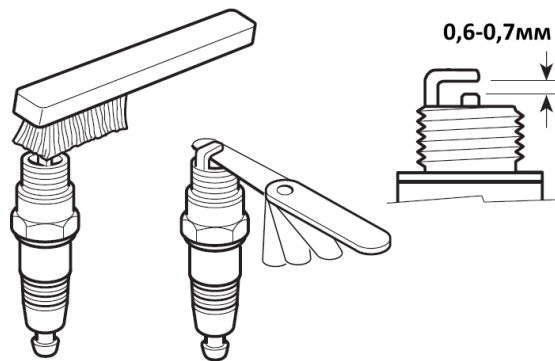

Рис.8
2. Регулярно перевіряйте стан свічки запалювання. При необхідності очистіть електроди від нагару та відрегулюйте зазор, який має дорівнювати 0.6 мм. (рис.8)